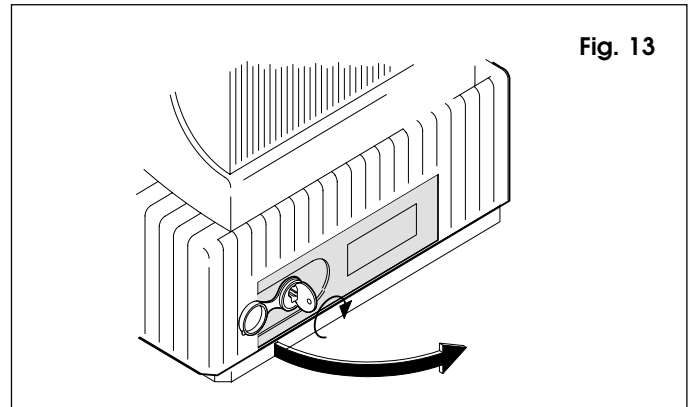

Fig. 13
- togliere il tappo di protezione ed inserire l'apposita chiave in dotazione nella serratura (fig. 13);
- ruotare la chiave in senso orario ed aprire lo sportello del dispositivo di sblocco come da fig. 13.